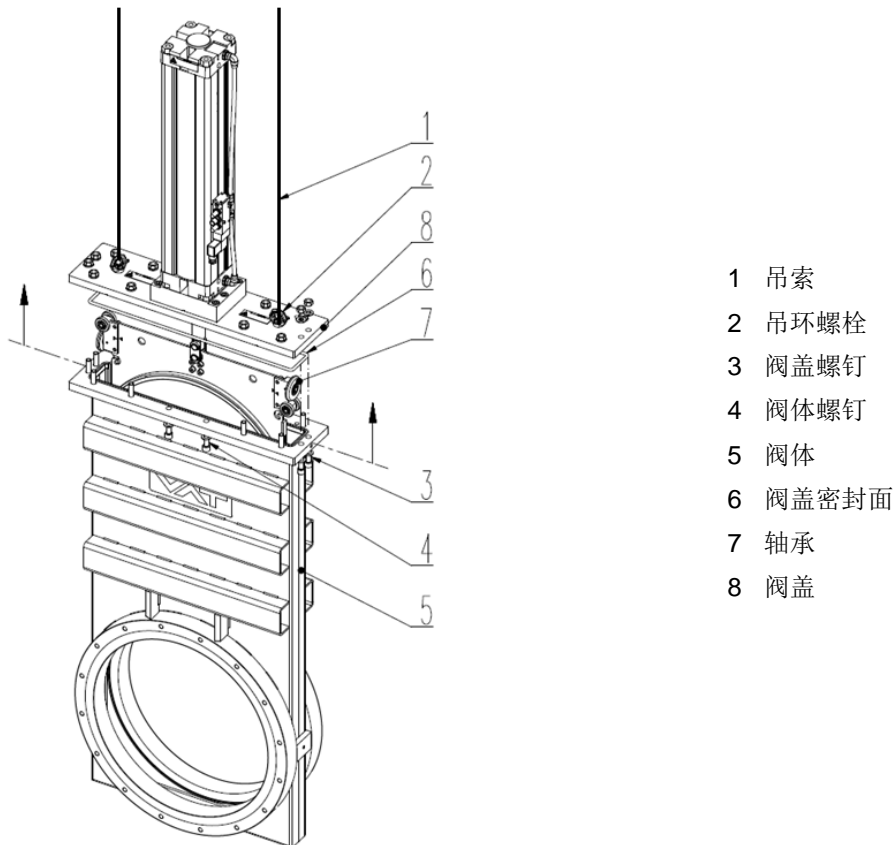

图 6-1
4. 从阀盖（8）交叉顺序取下阀盖螺钉（3、4），具体参见第 16 页上的图 6-1。